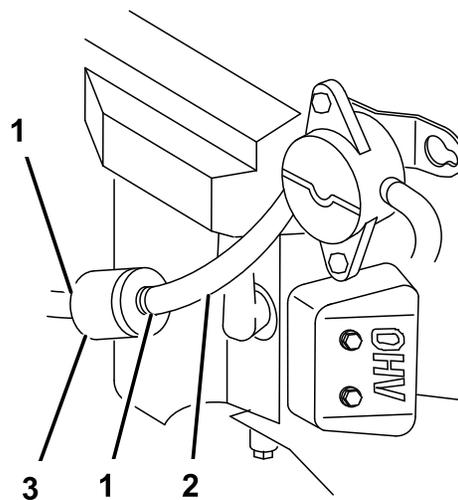

Figura 51
3. Pulite attorno al tappo del carburante per evitare che i detriti finiscano nel serbatoio del carburante (Figura 51).
4. Premete le estremità delle fascette stringitubo ed allontanatele dal filtro (Figura 51).